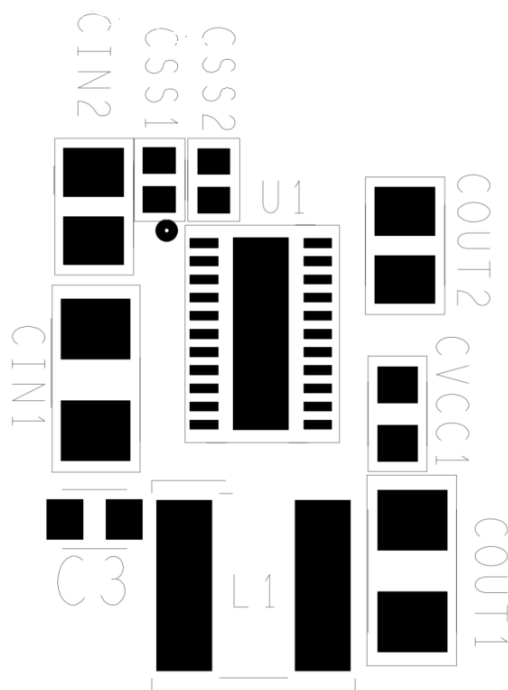

図 61. プリント回路基板例の部品配置
パワーコンバータのレイアウトを適切に行うと、EMI とノイズが最小限に抑えられ、設計が最初からうまくいくようになります。RenesasのWebサイトでは、PCBレイアウトが複数の形式で提供されています。さらに、PCBレイアウトの重要点を図 61 に示します。実際には、RAA212421のPCBレイアウトはいたってシンプルです。
- GND プレーンのある多層 PCB を推奨します。図 61 に、コンバータの重要な部品の配置を示します。コンデンサ C_{IN} および C_{OUT} は、それぞれ複数の物理的コンデンサを表します。最も重要な接続は、GND1 ピンと GND2 ピンをパッケージの GND パッドに接続してから、ビアを使用して GND パッドをシステムの GND プレーンに直接接続します。この GND パッドからシステムのプレーンへの接続により、全ての帰還電流に対して低インピーダンスの経路が確保されるだけでなく、熱を放散するための優れた熱経路が確保されます。この接続が完了したら、高周波の MLCC 入力コンデンサを V_{IN1} ピンの近くに配置し、このコンデンサパッドにビアを直接使用してシステムの GND プレーンに接続します。
部品配置の例を図 61 に示します。